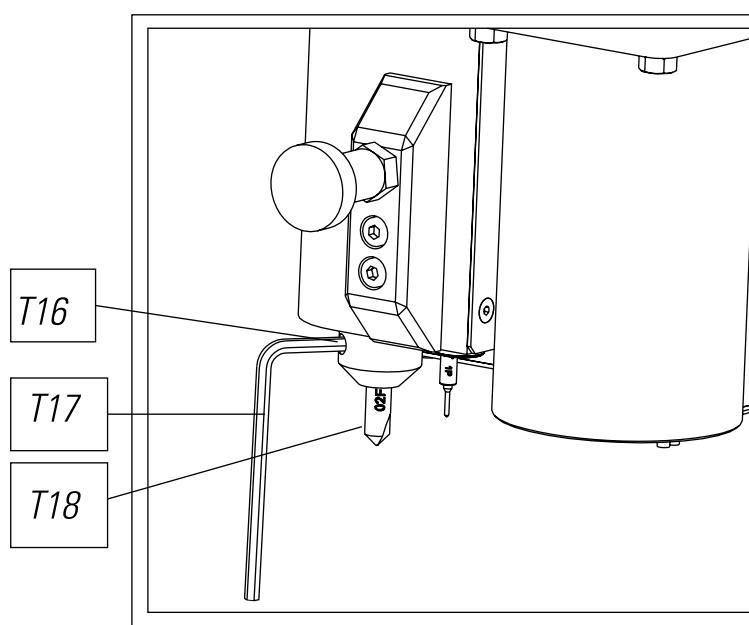

FIG. 32
- 3) Dévisser la vis prisonnière (T16) avec une clé de 3mm (T17) et retirer la fraise cylindrique (T18) (Fig.32).